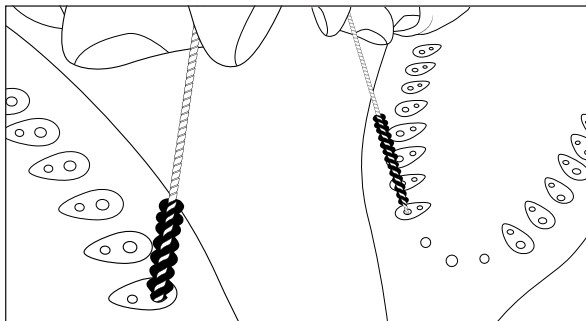

Fig. 13
- 2) Utilize a escova de limpeza **11** fornecida para remover as acumulações de calcário dos orifícios da placa do ferro **8** (ver fig. 13).